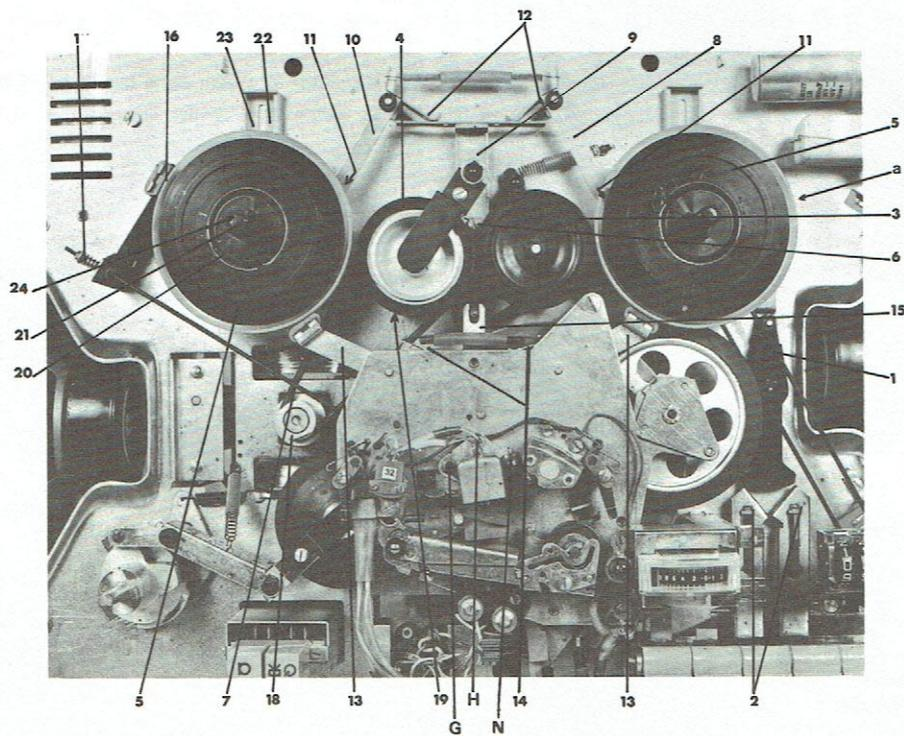

Fig. 9
REGLAGE - EMOBINAGE (fig. 9)
- En lecture de la partie « B » (500 Hz) régler la hauteur de la tête avec la vis « H » sur la fig. 9).